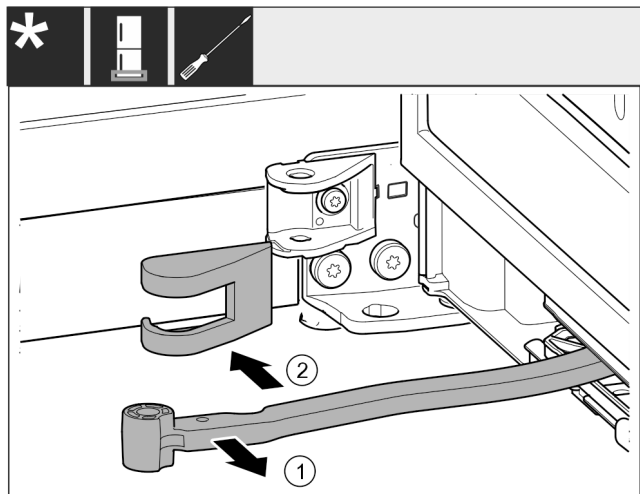

Fig. 20
- ▶ Otočte kloub Fig. 20 (1) směrem ke dveřím.
- ▶ Odstraňte kryt stojanu ložiska Fig. 20 (2).